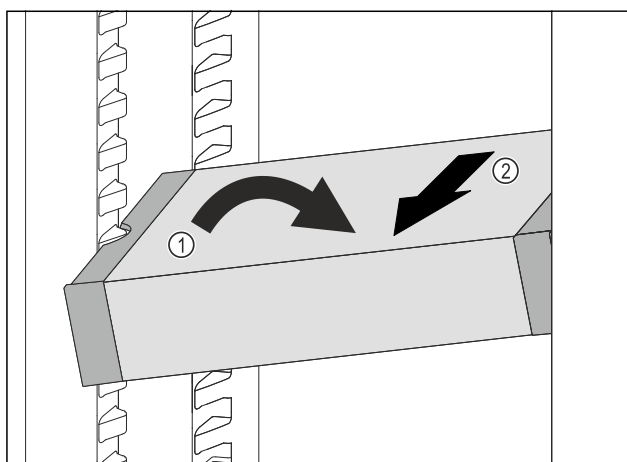

Fig. 166
- Ukosite ladicu VarioSafe u hladnjaku. Fig. 166 (1)
- Izvadite ladicu VarioSafe prema naprijed. Fig. 166 (2)